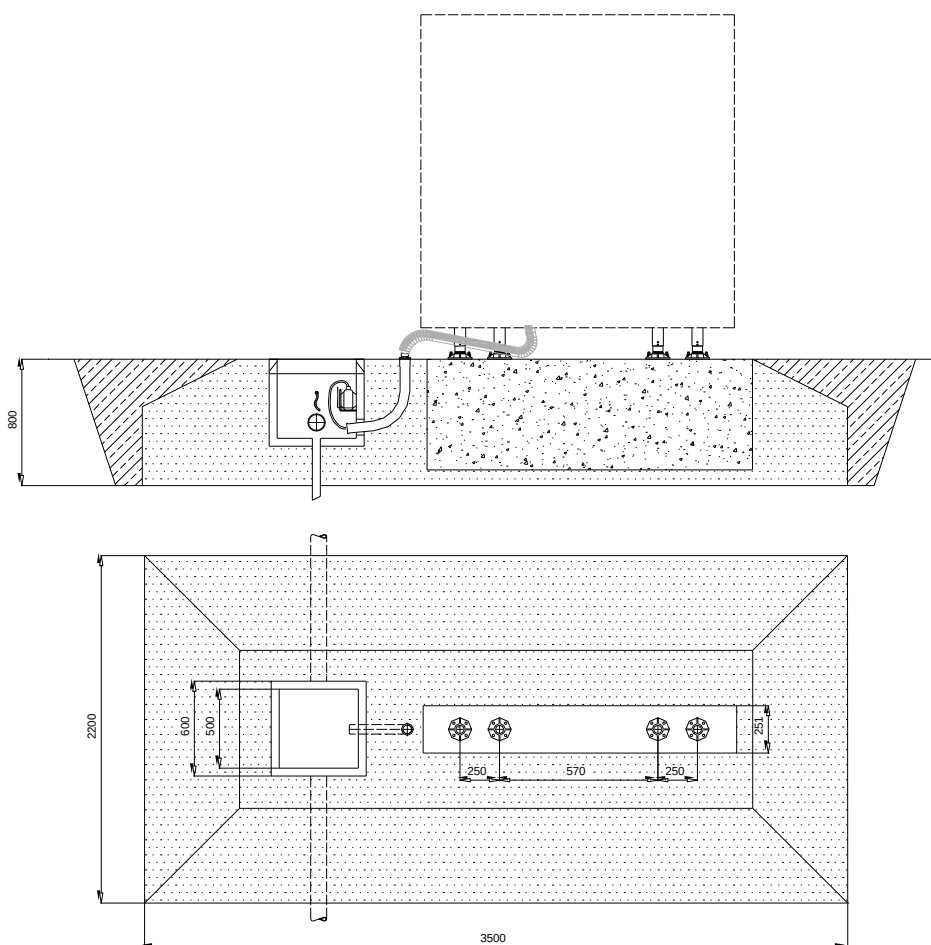

Figure 4 - Béton des fondations
- d) Les fondations en béton du panneau doivent être plates et nivelées. Référez-vous à la Figure 4 pour consulter les données correspondantes. Le transformateur d'isolement doit être placé à l'intérieur d'une fosse en béton, dotée d'un coude de tuyau pour le passage du câble secondaire ou à l'intérieur d'un socle en acier doté d'une plaque supérieure avec raccord fileté G 2 "pour le raccordement enfichable.